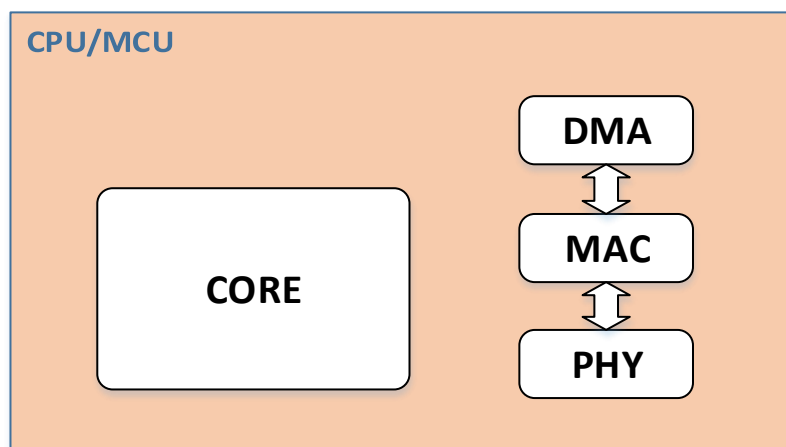

图 2. CPU 集成 MAC 和 PHY
1. CPU 集成 MAC 和 PHY 其结构如图 2 所示下：